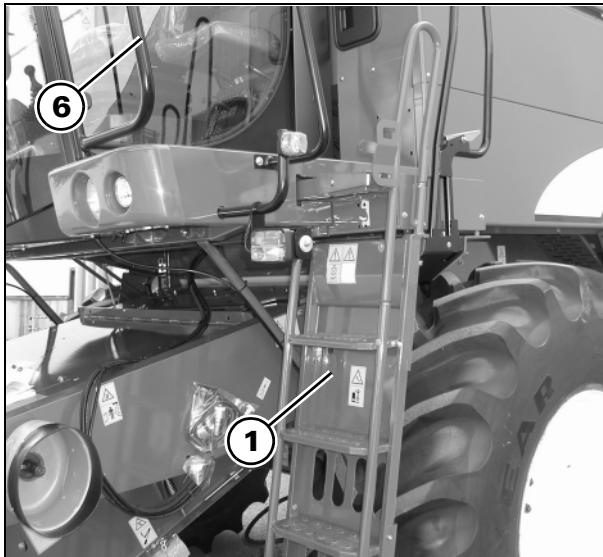

Рис. 75
Теперь лестница (1) находится в положении, показанном на Рис. 75 и предназначенном исключительно для перемещения по дорогам общественного пользования.
Очистить стекло с левой стороны, не выходя за переднее ограждение (6 Рис. 75).